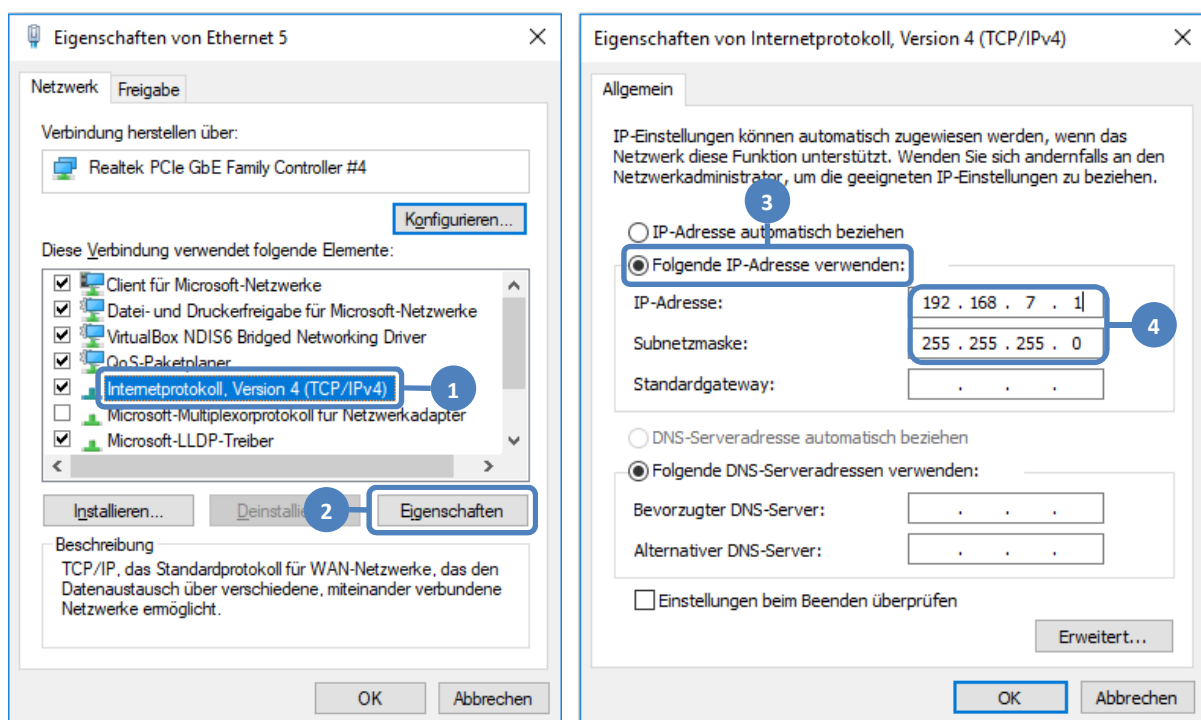

Abbildung 3: Festlegung der statischen IP-Adresse über Micro-USB-Verbindung unter Windows 10
Für die Verwendung der Micro-USB-Schnittstelle unter Windows muss auf dem PC der „Linux USB Ethernet/RNDIS Gadget“-Treiber installiert sein. Zusätzlich ist in der *Systemsteuerung* das *Netzwerk- und Freigabecenter* zu selektieren, anschließend *Adaptoreinstellungen ändern* auszuwählen und mit der *rechten Maustaste* die zu bearbeitende Ethernet-Schnittstelle (z.B.: *Ethernet 5*) anzuklicken. Im sich öffnenden Kontextmenü *Eigenschaften von Ethernet (5)* ist der Eintrag *Internetprotokoll, Version 4 (TCP/IPv4)* zu selektieren (siehe Abbildung 3, links) und nach einem Klick auf *Eigenschaften* und Auswahl von *Folgende IP-Adresse verwenden* (siehe Abbildung 3, rechts) eine feste *IP-Adresse* im Bereich 192.168.7.x zu vergeben. Das „x“ ist durch Zahlen zwischen 0 und 255 zu ersetzen, wobei 2 ausgeschlossen ist. Weiterhin ist die *Subnetzmaske* (z.B.: 255.255.255.0) einzutragen. Alle Einstellungen sind anschließend mit der Schaltfläche *OK* zu bestätigen.